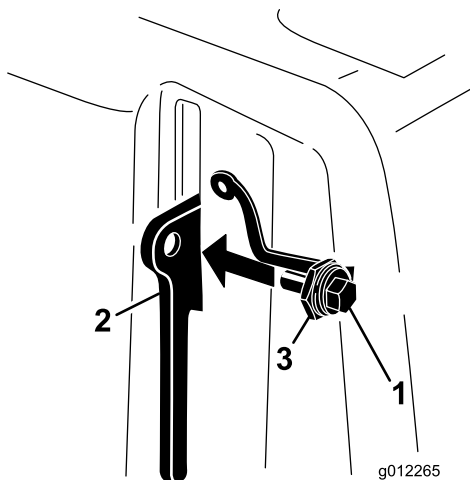

Bild 11
3. Schrauben Sie die Schraube in die Hebelklinke an der Riemenabdeckung (Bild 11).